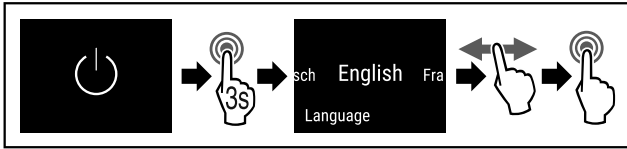

Fig. 49
- ▶ Провести етапи операцій (див. Fig. 49) .